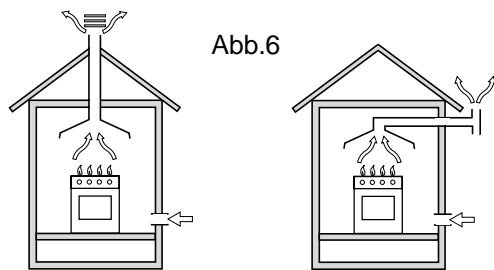

Abb.6
- Die Verbrennungsabgase müssen über eine geeignete Abzugshaube, die an einen Rauchabzugsschacht, einen Kamin oder eine direkt ins Freie führende Öffnung anzuschließen ist, abgeleitet werden. (Abb.6)